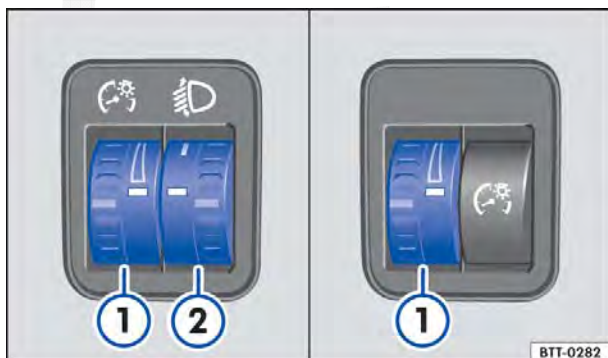

Fig. 82 Ao lado do volante: regulador da iluminação dos instrumentos e dos interruptores ①, assim como regulagem do alcance do farol ②.
① Iluminação dos instrumentos e dos interruptores
Com a luz ligada, a luminosidade dos instrumentos e dos interruptores pode ser regulada sem escalonamento girando o regulador ⇒ Fig. 82 ①.